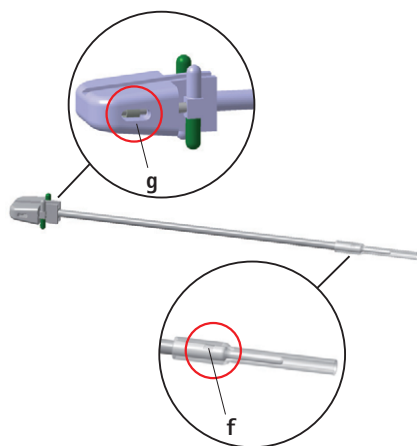

Fig. 4
- Impostare l'arresto di sicurezza nella posizione centrale g, vedere Fig. 4.